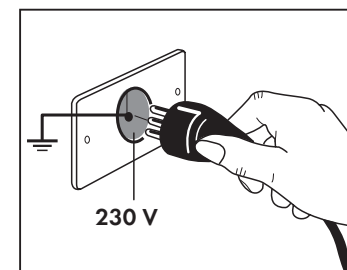

Abb. 1
- Die elektrische Anlage muss laut den geltenden Vorschriften geerdet sein (230 V~) (**Abb. 1**).